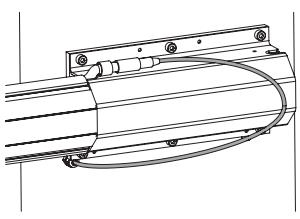

Fig. 11
15. Inserire il cavo di alimentazione del cordone nel pressacavo, Fig. 11. Muovere manualmente l'asta e regolare la lunghezza del cavo in modo che non si danneggi durante il normale funzionamento dell'automazione.
15. Fit the power cable of the strip into the cable gland, Fig. 11. Move the rod by hand and adjust the cable length in order to prevent damage during normal operation of the automated system.
15. Introduire le câble d'alimentation du cordon dans le serre-câble, Fig. 11. Actionner la lisso manuellement et régler la longueur du câble de manière à ce qu'elle ne s'endomme pas durant le fonctionnement normal de l'automatisme.